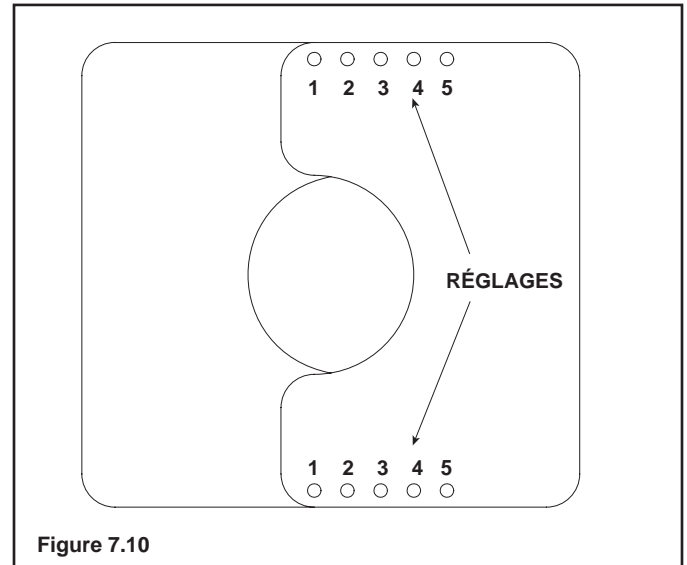

Figure 7.10
4. Centrez le restricteur de conduite de cheminée sur le conduit et fixez le sur place à l'aide de deux vis en métal (voir Figure 7.10).